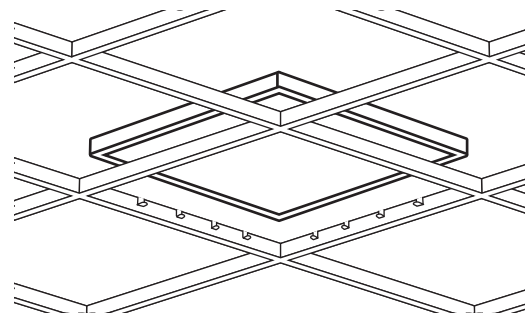
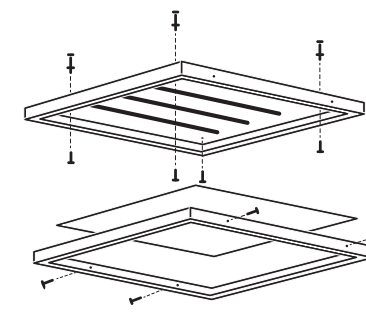

Рис. 1 Схема монтажа в потолок Грильято светильника PPL 588/G
Рис. 2 Схема накладного монтажа светильника PPL 588/G
1.6 Светильник предназначен для встраиваемого монтажа в потолки типа «Грильято» (см. рис. 1), а также на любые ровные поверхности накладным способом (см. рис. 2)
- 8.2 **Встраиваемый монтаж** в потолок типа «Грильято» производить согласно Рис. 1
- 8.3 **Накладной монтаж** производить согласно Рис.2